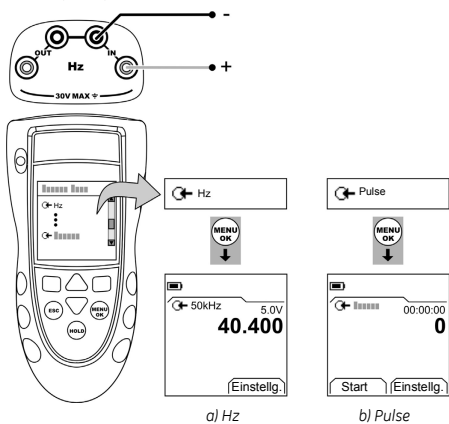

Abbildung 1: Beispielkonfiguration: Messen von Hz-Werten oder zählen von Pulsen
1. Schließen Sie das Gerät an (Abbildung 1) und ändern Sie ggf. die Option *Konfig.* (Tabelle 1).